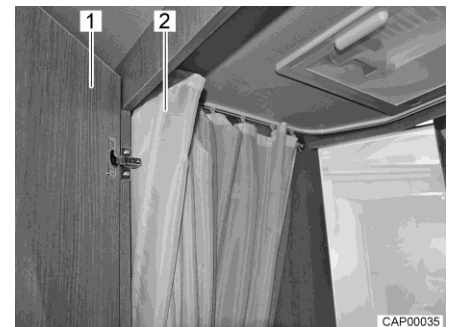
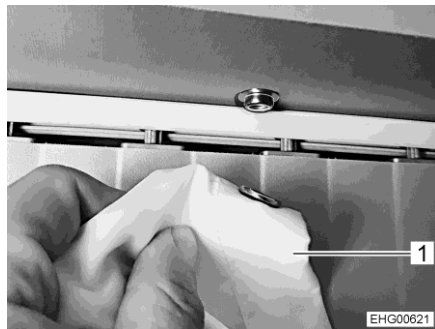
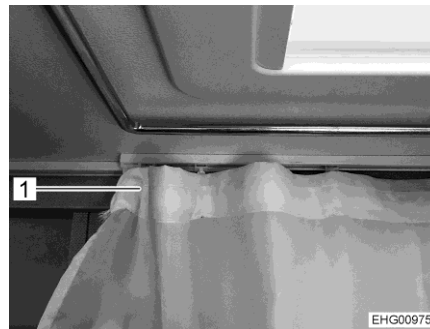

Bild 129 Toilettenraum mit Dusche
Bild 130 Duschvorhang mit Druckknöpfen
Bild 131 Duschvorhang (Delfin)
- Zum Duschen die Tür (Bild 129,1) schließen und den Duschvorhang (Bild 129,2 und Bild 130,1 oder Bild 131,1) komplett zuziehen bzw. mit Druckknöpfen schließen, so dass alle Wände geschützt sind.